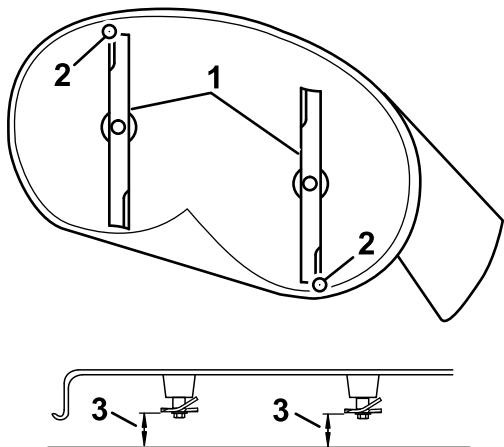

Bild 67
- Drehen Sie die Messer vorsichtig, sodass sie in Längsrichtung zeigen (Bild 67).
- Messen Sie zwischen der Messerspitze vorne und hinten und der ebenen Fläche (Bild 67).